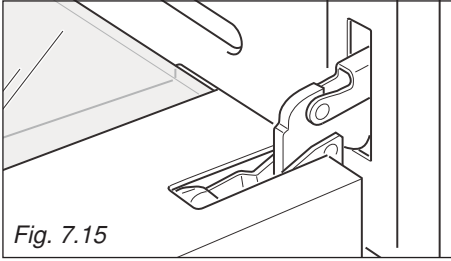

Fig. 7.15
- Ouvrez entièrement la porte du four (fig. 7.15).